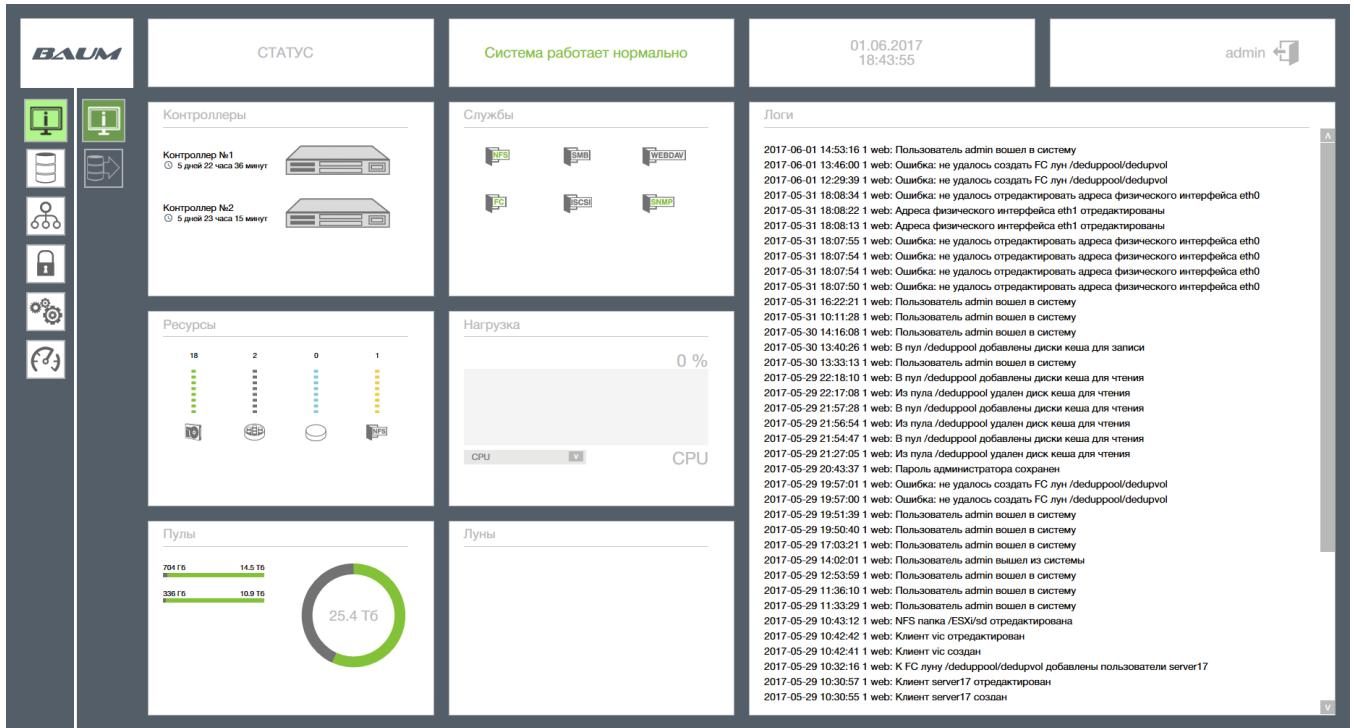

Рисунок 60 – Системные записи
- 1) Перейти на вкладку «Система» → «Статус» (см. Рисунок 60).